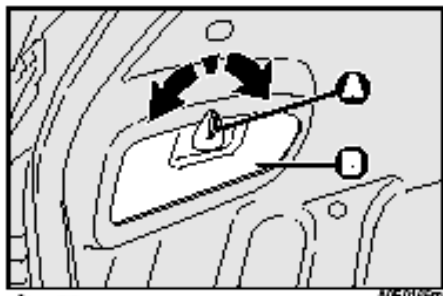

рис. 33
- Повернуть ручку **A** – **рис.33** так, чтобы можно было открыть дверцу **B**;
- Закрыть дверцу **B** – **рис.33**
- ❑ Повернуть ручку **A** – **рис.33** так, чтобы можно было открыть дверцу **B**;
- ❑ Заккрыть дверцу **B** – **рис.33**